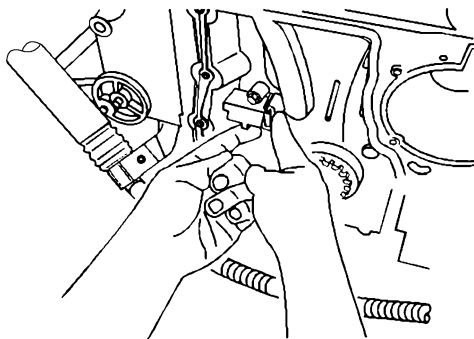

图 17-2 解除正时链条张紧力
- 8) 按照图 17-2 所示，把正时链条张紧器的张紧滑轨压入，解除正时链条的张紧力。